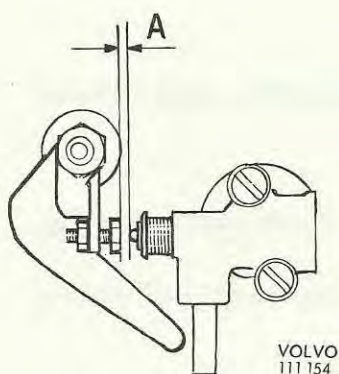

Bild 17. Inställning av varmstartventil
8. Justera varmstartventilen. Med reglerstäng (7 bild 9) intryckt till bottenläge skall avståndet (A bild 17) mellan stång och justerskruv vara max. 1,0 mm. (Kontrollera att reglerstäng rör sig utan kärvning).